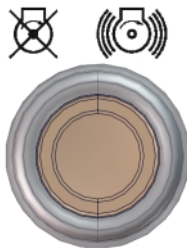

Abb. 53: Leuchtdrucktaster Start/Stopp
2. ↪ Zum Starten den Leuchtdrucktaster (Abb. 53) mindestens 2 Sekunden drücken.
Der Leuchtdrucktaster (Abb. 53) blinkt während des Startvorgangs.
Der Leuchtdrucktaster (Abb. 53) leuchtet dauerhaft, wenn der Motor läuft.